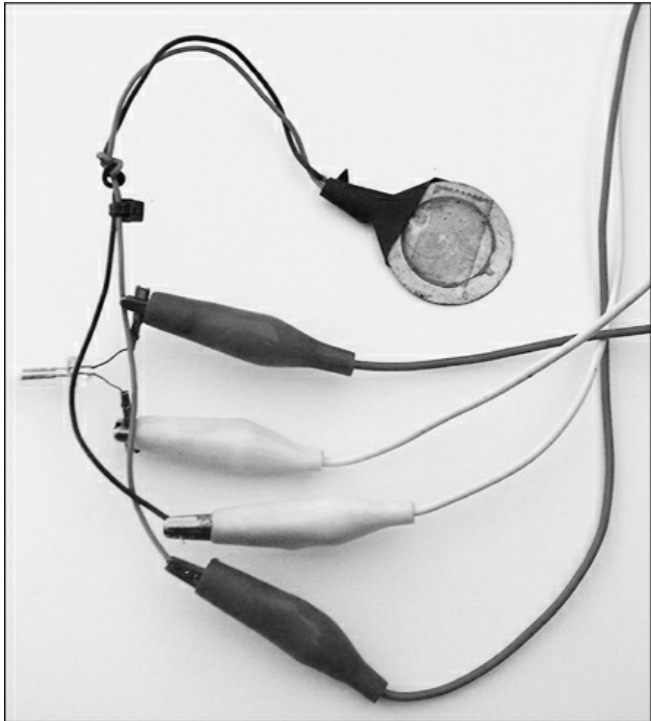

Figura 15.5 Collegate il disco e la lampadina al neon
2. Utilizzate due morsetti a coccodrillo per collegare il disco alla lampadina al neon, come indicato nella Figura 15.5.